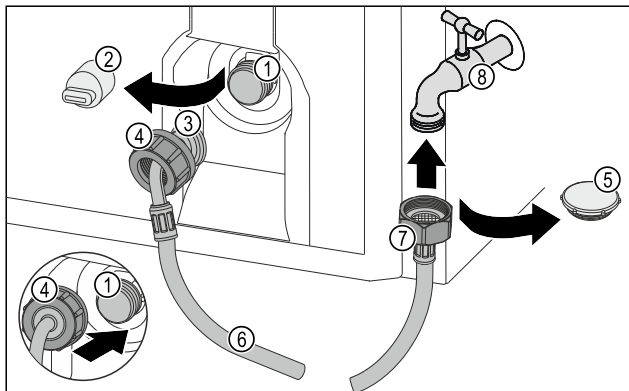

Fig. 33
- Hiqni tapën e mbylljes Fig. 33 (5).
- Vendosni sirtarin e drejtë Fig. 33 (7) tek rubineti i ujit Fig. 33 (8).
- Shtrengojeni dadon tek sirtari i drejtë Fig. 33 (7) duke e rrotulluar në drejtim orar.